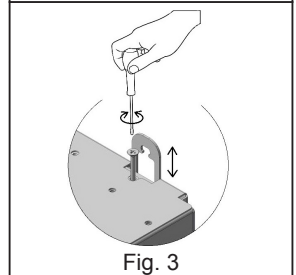

Fig. 3
- b) Tylne wsporniki wyrównujący mocowane za pomocą kołków rozprężających w zestawie (Rys.3)